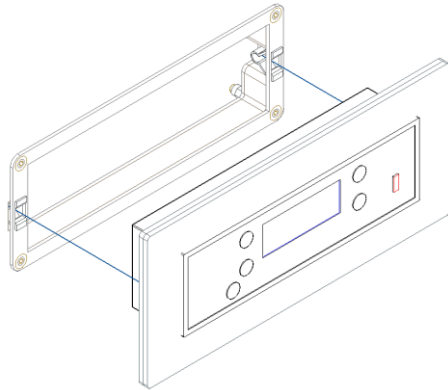

Figure 21 - Mise en place finale de l'afficheur
5. Le support étant fixé au mur, vous pouvez mettre l'afficheur en place. Les deux fils doivent être reliés à l'afficheur, en laissant un peu de mou (mais pas trop) de manière à pouvoir retirer ultérieurement l'afficheur sans difficulté ni arrachage des fils. Enfin, terminer la mise en place de l'afficheur en l'enfonçant dans l'encadrement jusqu'à verrouillage des clips, comme représenté sur la Figure 21.